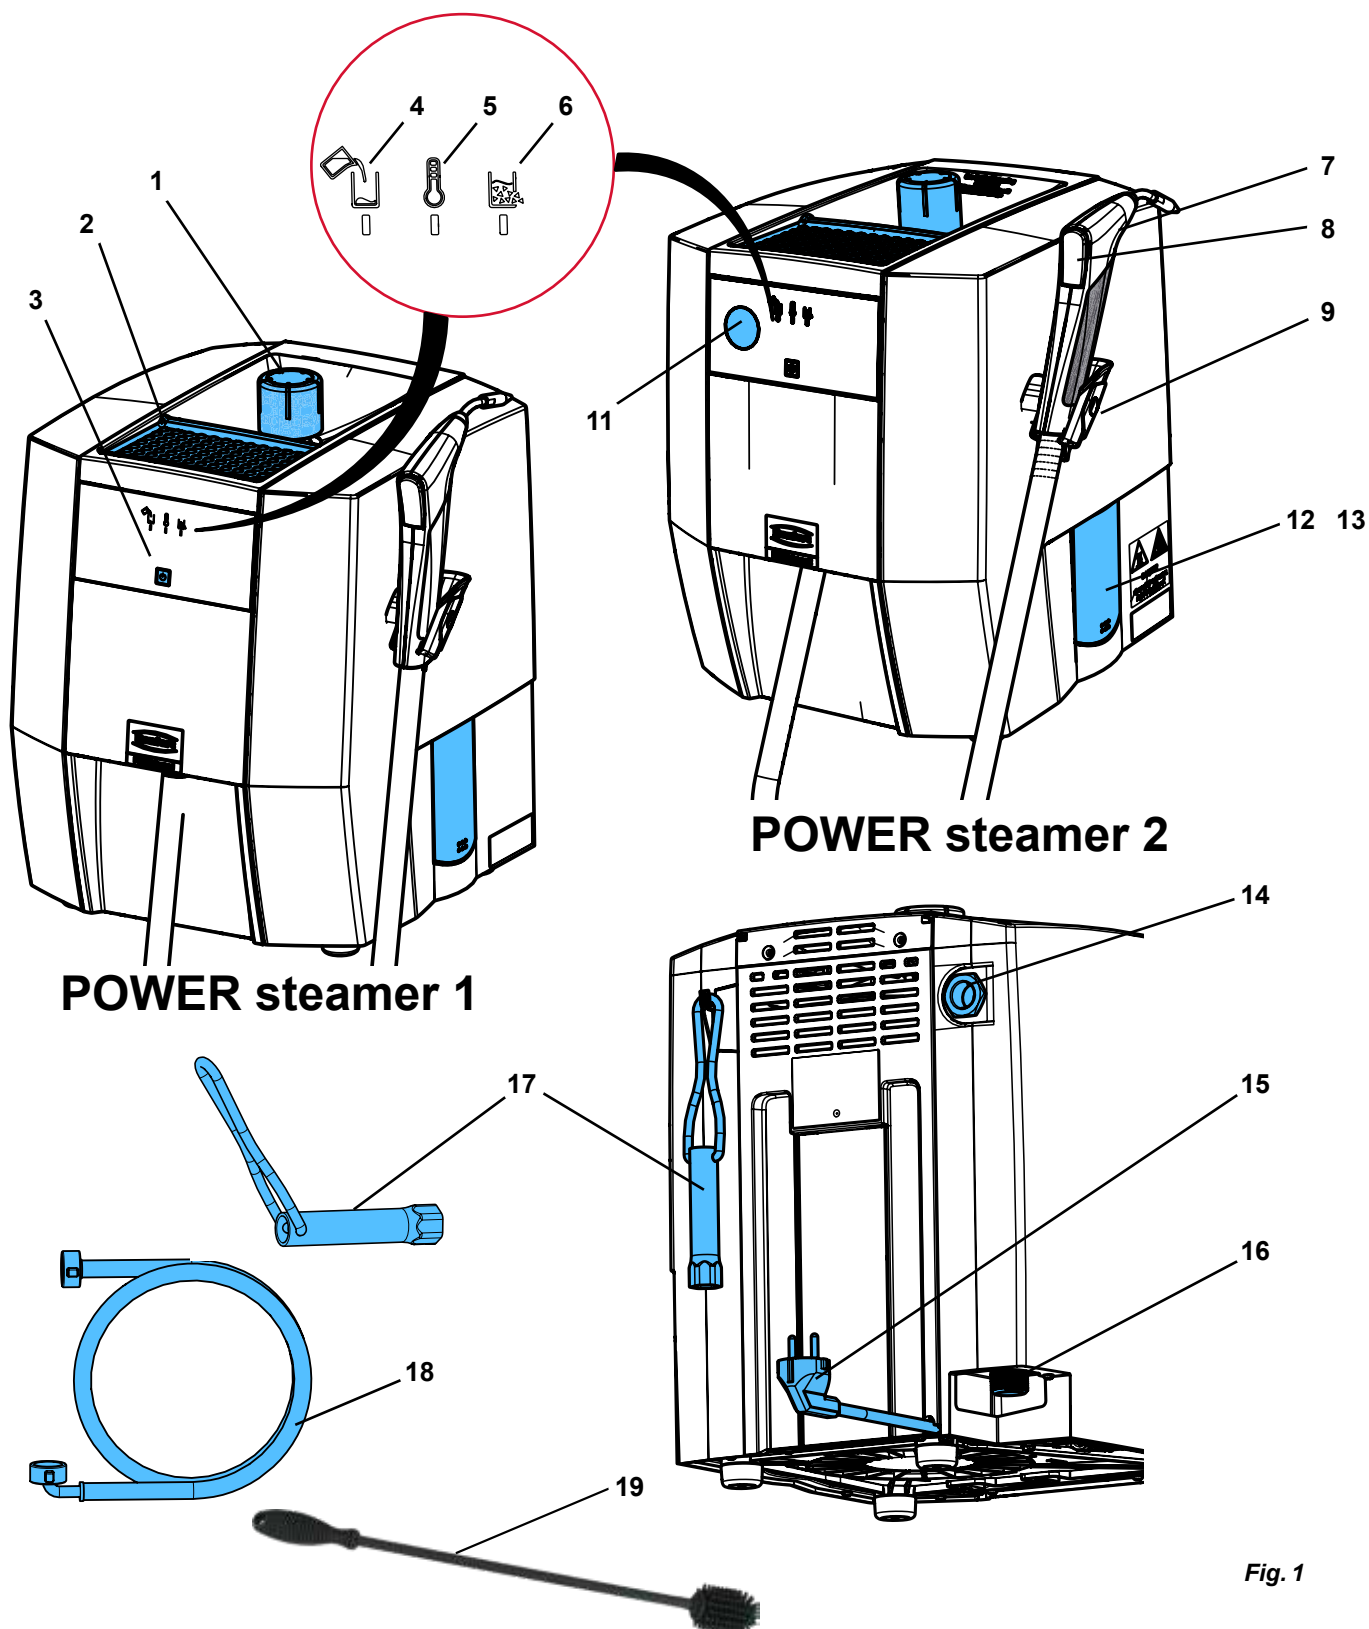

Fig. 1
- ▶ Montar o equipamento de tal forma que, no caso de uma saída de vapor pela abertura de saída da válvula de sobrepressão (14, Fig. 1), não haja perigo.
Os modelos de gesso ou modelos de revestimento podem ser colocados na bandeja do modelo (2, Fig. 1) para secar.
⇒ Aparafusar a tampa do tanque (1, Fig. 1).
Montar o equipamento de tal forma que, no caso de uma saída de vapor pela abertura de saída da válvula de sobrepressão, (14, Fig. 1) não haja perigo (por ex. não instalar o equipamento à frente de uma tomada).
A abertura de saída da válvula de sobrepressão (14, Fig. 1) não pode estar fechada nem bloqueada de qualquer outro modo.
Perigo devido a vapor de água sob pressão! Antes de abrir a tampa de inspeção, garantir que o recipiente de pressão já não está pressurizado. Abrir e remover a tampa do tanque (1, Fig. 1) para o efeito.
- ⇒ Montar o equipamento de tal modo que possa escoar água pela abertura de inspeção (12/13, Fig. 1) para uma bacia.